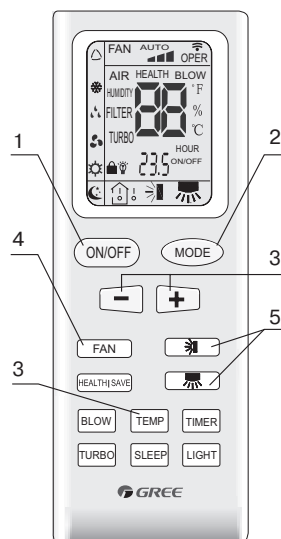

Рис. 7.4
7.4 ПОРЯДОК УПРАВЛЕНИЯ (РИС. 7.4)